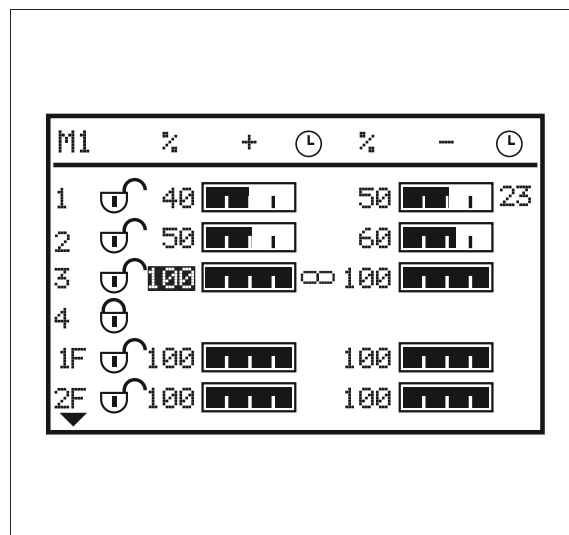

Fig. 22.
- *fig. 22* La figura superior muestra que la posición del tercer distribuidor trasero está permanentemente bloqueada y que el primer distribuidor trasero está bloqueado en su posición durante 23 segundos.